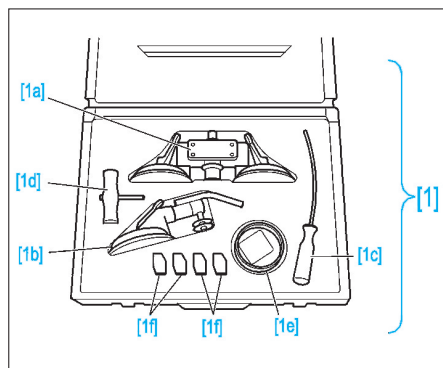

FIG. 118
OUTILLAGE SPÉCIFIQUE (FIG.118)
- Faire passer l'alène [1c] (Fig.118) à travers le cordon de colle, de l'intérieur vers l'extérieur, au niveau de la fixation avant de la barre de toit gauche.